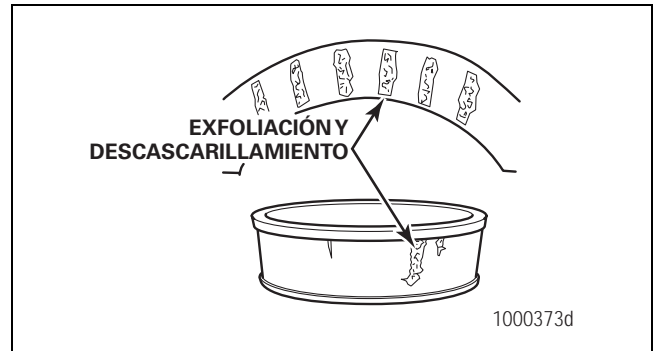

Figura 5.5
- Hay daño en las superficies de la copa y en la carcasa interior del cono que tocan los rodillos. Figura 5.5.